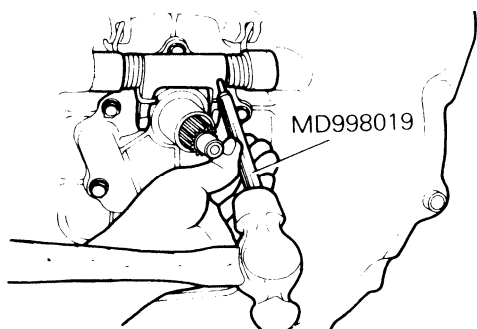

图 3-12 拆卸弹簧销
(1) 拆卸弹簧销时，如图 3-12 所示，用专用工具或冲头从离合器换档臂上敲出弹簧销。